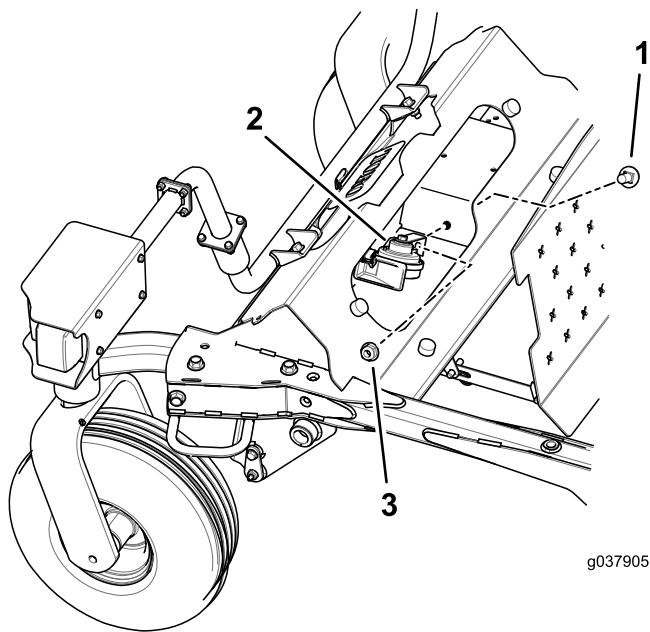

Bild 14
Befestigen Sie die Hupe, wie in Bild 14 abgebildet.
1. Führen Sie den Kabelbaumzweig mit dem Blinkerrelais nach oben in die Seitenabdeckung ein, wo der Hauptkabelbaum durch das Armaturenbrett verläuft (Bild 14).